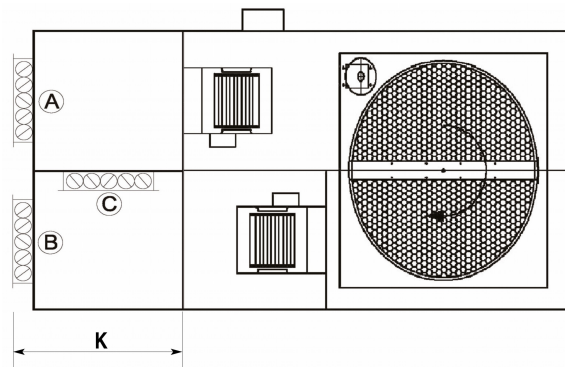

Fig.3
**SBRINAMENTO (Fig. 3)**
**DEFROST (Fig. 3)**